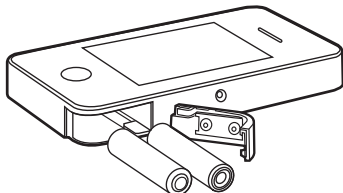

Рис.7. Установка элементов питания в батарейный отсек
4.10. Установить элементы питания в батарейный отсек, находящийся в правой части модуля видеотображения (рис.7).